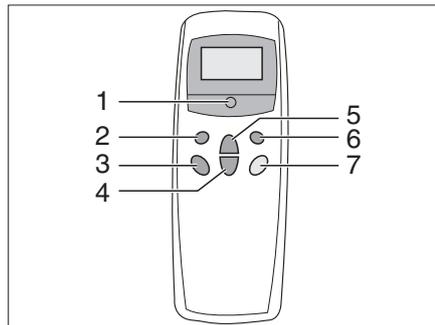

Bild 148 Fernbedienung
Die Klimaanlage ist auf dem Dach des Fahrzeugs angebracht. Die Fernbedienung (Bild 148) für die Klimaanlage befindet sich im Küchenbereich.
- Am Schalter (Bild 148,5) die Fernbedienung einschalten.
- Die gewünschte Betriebsart mit der Taste (Bild 148,1) einstellen.
- Bei Bedarf mit den Tasten (Bild 148,3 und 4) die gewünschte Gebläseleistung und Raumtemperatur einstellen.
- Zum Ausschalten die Taste (Bild 148,5) auf der Fernbedienung erneut drücken.